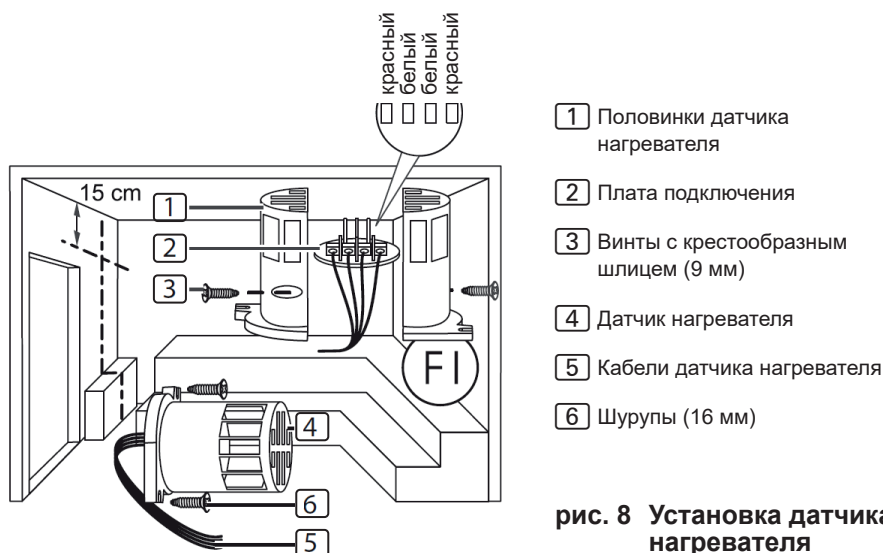

рис. 8 Установка датчика нагревателя
Чтобы установить датчик нагревателя, выполнить следующее (см. **рис. 8**):
3. Присоединить четыре контакта провода **5**, как изображено на **рис. 8**.
4. Положить поперек плату подключения **2** (как изображено на **рис. 8**) и вставить ее в половинки датчика.